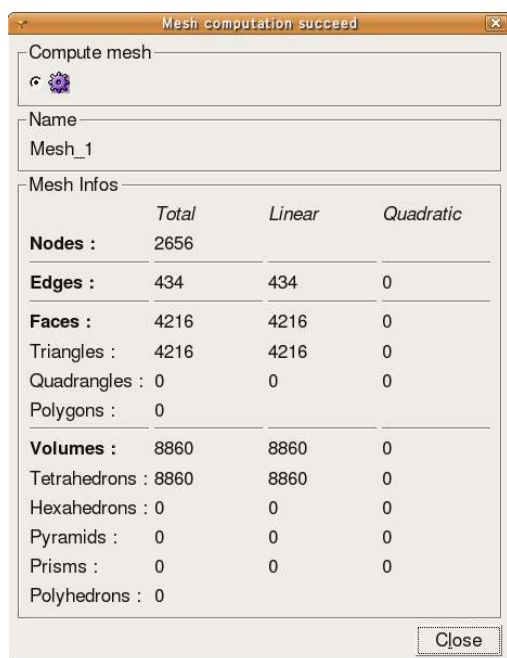
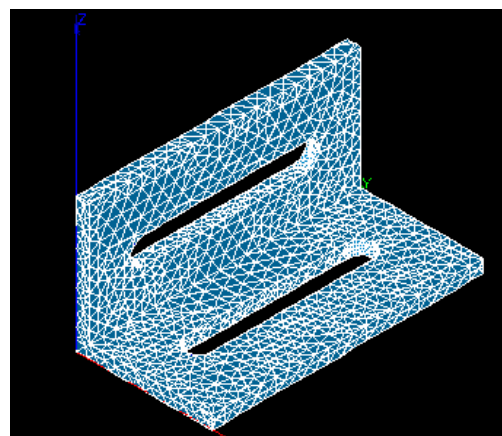

図 19 : Mesh computation succeed 画面
図 20 : VTK 画面
- ⑤ 「Hypothesis Construction」画面の「Fineness」のバーでメッシュの細かさを指定できる（0 : 粗い ⇔ 1 : 細かい）。ここでは、バーの上で 2 回クリックし、「OK」→「Apply and Close」でメッシュの設定を終了する。
- ⑥ 以上で設定は出来たので、メッシュを作成する。「Object Browser」から「Mesh」をダブルクリックして開き、「Mesh_1」上で右クリック→「Compute」を実行する。
- ⑦ しばらくすると、「Mesh computation succeed」の画面（図 19）が表示され、Mesh 画面にも、メッシュが切られたモデルが図 20 のように表示される。